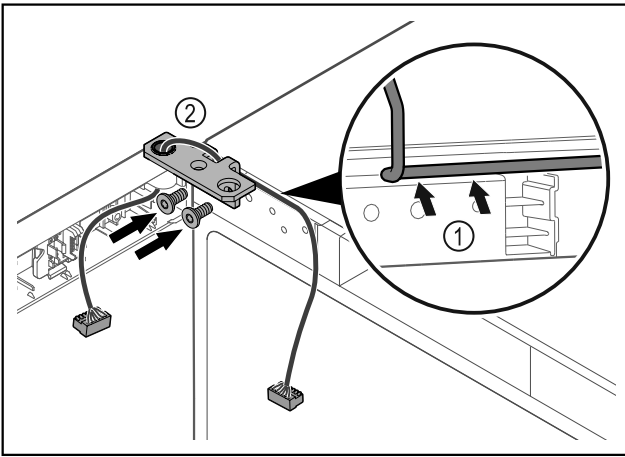

Fig. 36
- ▶ Περάστε το καλώδιο μέσα από το άνοιγμα της γωνίας μεντεσέ και τοποθετήστε το προσεκτικά Fig. 36 (1).
- ▶ Βιδώστε τη γωνία μεντεσέ Fig. 36 (2).